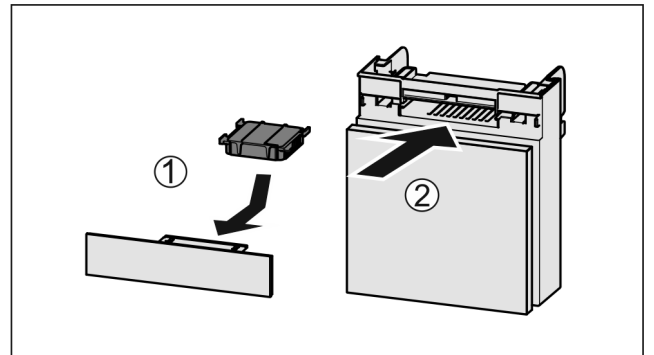

Fig. 178
- ▶ Introduzca el compartimiento Fig. 178 (2).